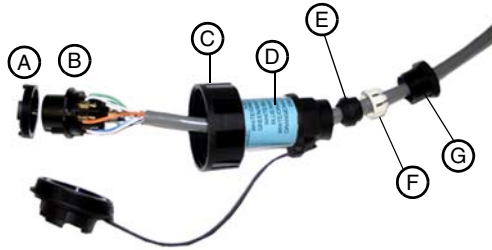
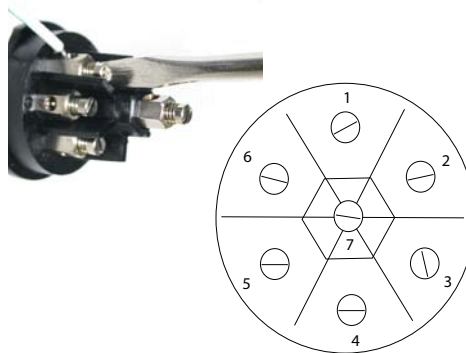

Figure 2-6 Connecteur du câble d'interface réseau
Figure 2-7 Câblage de la fiche
Après avoir coupé le câble, assemblez les extrémités comme illustré à la Figure 2-6 et reliez les fils à la fiche comme illustré à la Figure 2-7.
La Figure 2-6 illustre une bague de blocage (A), une fiche (B), un capuchon de verrouillage (C), un corps de connecteur principal (D), un fouloir (E), un presse-étoupe (F) et un écrou de presse-étoupe (G). Lorsque vous utilisez un conduit, l'écrou de presse-étoupe est remplacé par un raccord approprié.